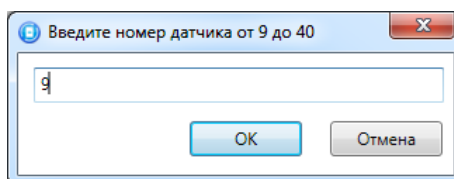

Рис. 5.5. Ввод номера радиоизвещателя
2. В открывшемся окне укажите номер радиоизвещателя из числа еще не занятых в нумерации радиоизвещателей и шлейфов. Нажмите кнопку *ОК* (рис. 5.5).